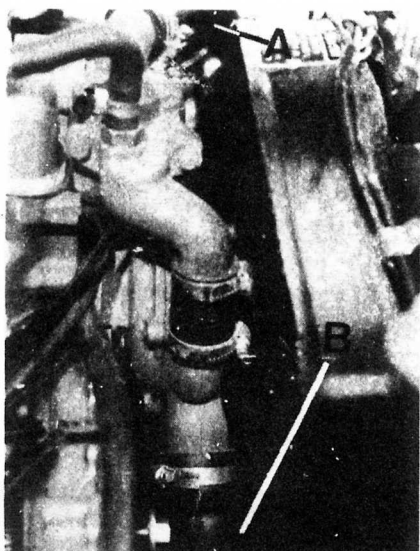

Fig. A3-6 Desmontaje de los manguitos del radiador
- 1.6. Desconectar del motor el manguito superior de entrada de agua al radiador, A (Fig. A3-6) y el inferior de salida de agua del radiador.
- 2.3. Proceder a llenar el radiador del líquido refrigerante que corresponda, habiendo dejado sin conectar el manguito superior de entrada de agua al radiador, A (Fig. A3-6). Continuar llenando el radiador, hasta que el líquido fluya por el manguito desconectado y por el tubo de la tapa del termostato. En este momento, conectar el manguito, montar el tapón de la boca de llenado del radiador y apretar la brida de fijación del manguito. La botella de rebose del radiador, deberá llenarse del mismo líquido refrigerante.